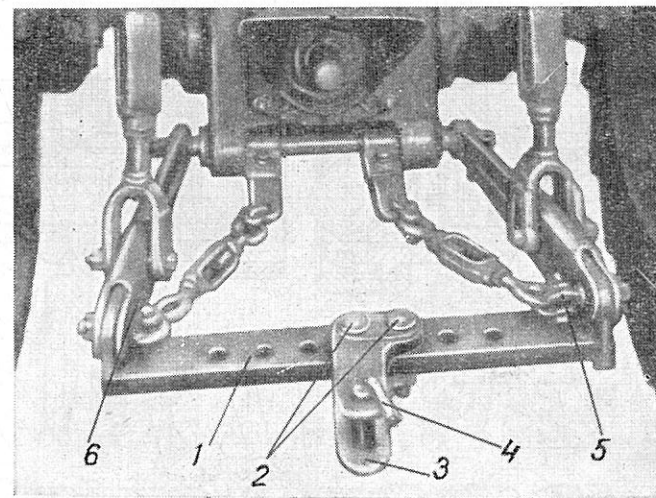

Fig. 66. Dispositif d'attache
Le dispositif d'attache (fig. 66) est conçu pour utiliser le tracteur avec des machines traînées.
4) fixer la traverse sur les barres longitudinales à l'aide des œilletons 5 et des doigts 6 (fig. 66), resserrer et goupiller les écrous à créneaux des œilletons et placer les goupilles à ressort.